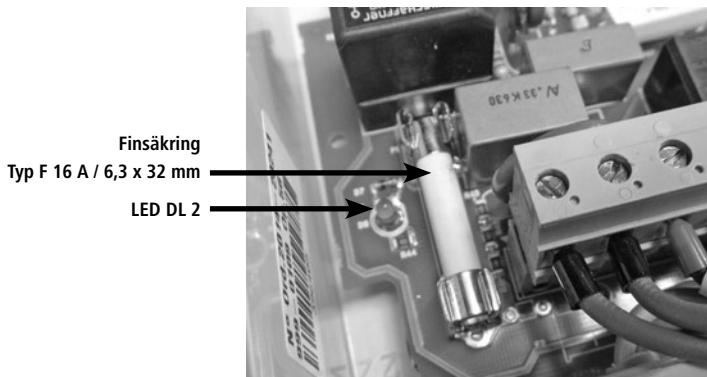

Bild 8: Säkringsbyte för "Uno"
Cykeltiden är fabriksinställt på 60 sekunder. Vid behov kan dessa justeras med hjälp av dip-switch-elementet på displaykortet (pos. 2, bild 8) från 7,5 till 120 sek. (Tabell finns inuti styrenheten).